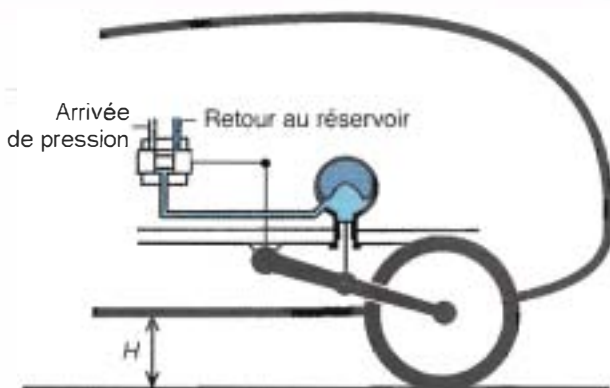

Figure 15.9 • Hauteur (H) caisse/sol constante (document Citroën).
3. Hauteur caisse/sol constante (figure 15.9). Les deux cylindres d'un même essieu sont en communication avec un **correcteur de hauteur** qui permet, suivant la charge, d'augmenter ou de diminuer le volume du liquide interposé entre la tête du piston et la membrane.